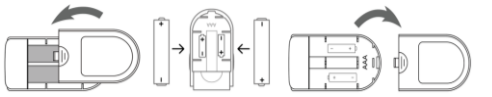

Figura 3. Montagem das pilhas
- Passo 1. Consulte a figura 3 e insira as duas pilhas de tamanho AAA adequadamente na direção certa.